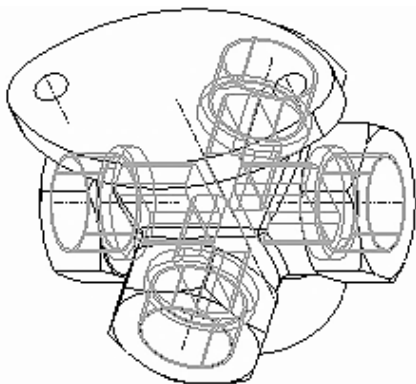

图 6-79 完成内孔组的阵列特征
(1) 在模型树中同时选中步骤 7 中的三个特征，右击，在弹出的菜单中单击【组】，得到模型树中的特征组为  组LOCAL_GROUP_4。
(2) 在特征组为选中的状态下，单击【阵列】按钮 ，设置阵列类型为【轴】，单击圆台特征的轴线，指定阵列成员总数为 4，间隔为 90 度，单击 ☒ 按钮完成阵列特征，如图 6-79 所示。